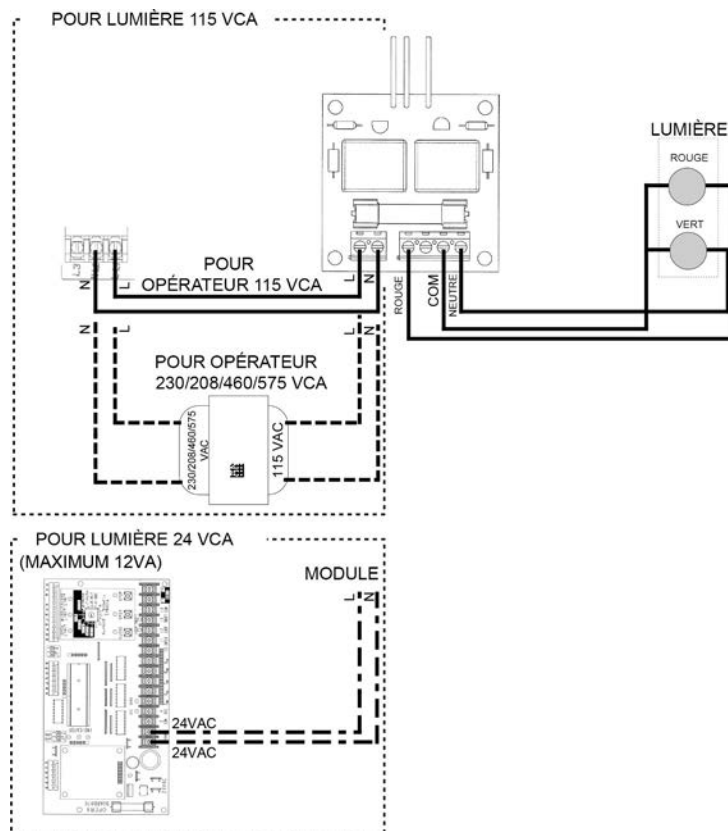

Figure 2 - Câblage pour lumières de circulation
- Connecter les lumières de signalisation tel qu'illustré à la Figure 2.